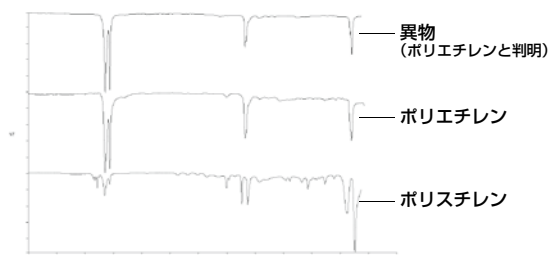

図1 赤外分光分析の結果
赤外分光分析 (IR) の結果で得られる赤外吸収スペクトルを、指紋を照合するようにして物質を特定します (図1)。ただし、汚れの付着により他の物質が混入しているような場合には照合が難しくなりますが、吸収される波長から分子構造が推測できる場合もあります。